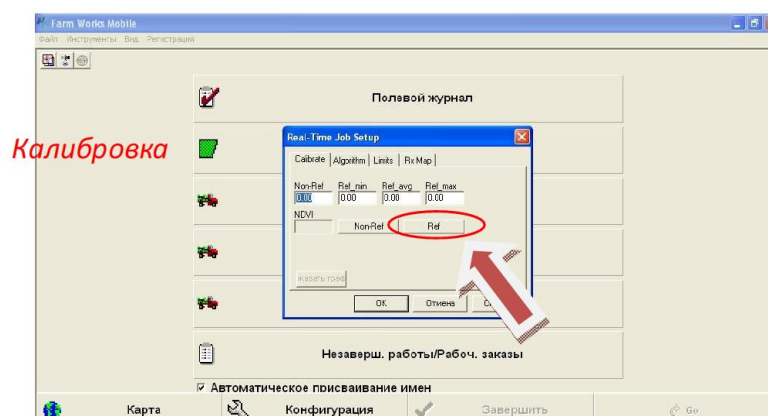

Рисунок 12.7 –
4. Для начала калибровки нажимаем на _____, проезжаем _____ м (если калибровка не требуется, то переходим к п. 9) – рисунок 12.7.